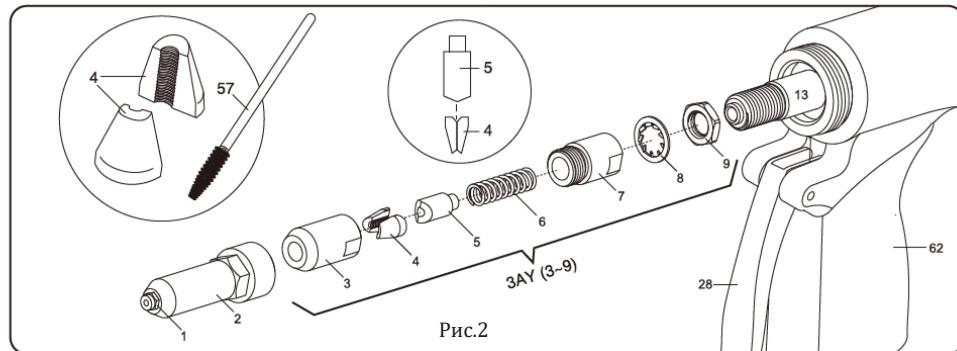

Рис.2
- Используйте ключи №22 и №24, чтобы снова собрать корпус тисков (рис.2), с помощью линейки измерьте, а ключей отрегулируйте и зафиксируйте корпус тисков на расстоянии  $77 \pm 0,5$  мм (рис.2). В конце, прикрутите основание (2) к инструменту. Убедитесь, что торцевая крышка масляного цилиндра (20) надежно прикручена, контейнер для сбора стержней (22) установлен правильно, корпус тисков и основание (2) крепко прикручены.